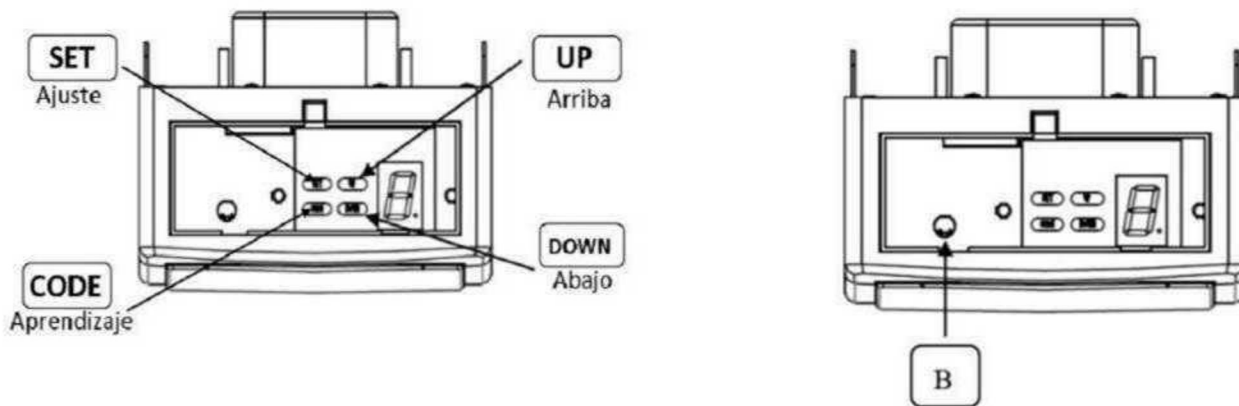

Fig.2
## 15. Botones de Operación Arriba / Abajo (para Configuración) (Fig.2).
## 16. Fusible Principal Externo (B) (Fig.2).